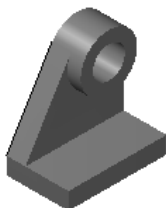

图 7.7.19 挤出特征
④ 单击  按钮，完成曲线的修剪。
Step9. 绘创建图 7.7.19 所示的挤出特征。
(1) 在状态栏的 **层别** 按钮后的文本框中输入值 1，并按 Enter 键确认。
(2) 选择命令。选择下拉菜单 **实体管理器(S)** → **挤出(X)...** 命令，系统弹出“串连选